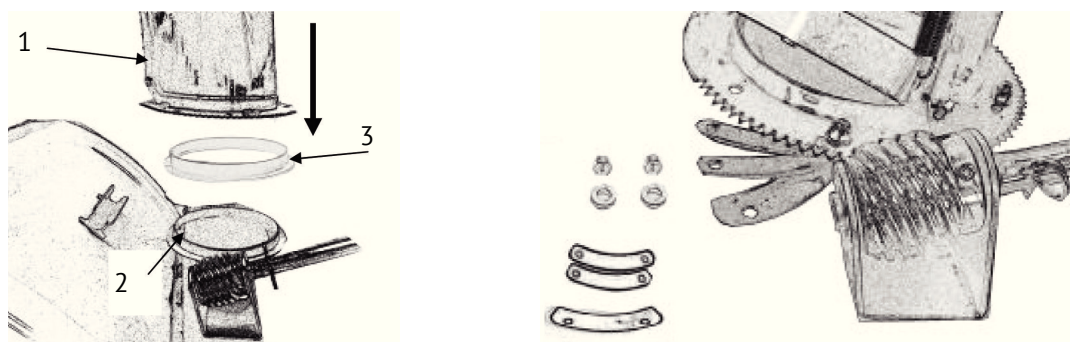

рис. 4
- установите пластмассовое опорное кольцо жёлоба (рис.4 поз.2) на корпус снегозабор-
ника (рис.4 поз.3);
- закрепите жёлоб при помощи планок крепления и болтов (рис.4). Планка крепления состоит из одной металлической и двух пластмассовых пластин. Последовательность расположения пластин снизу - вверх (металлическая - пластмассовая - пластмассовая).